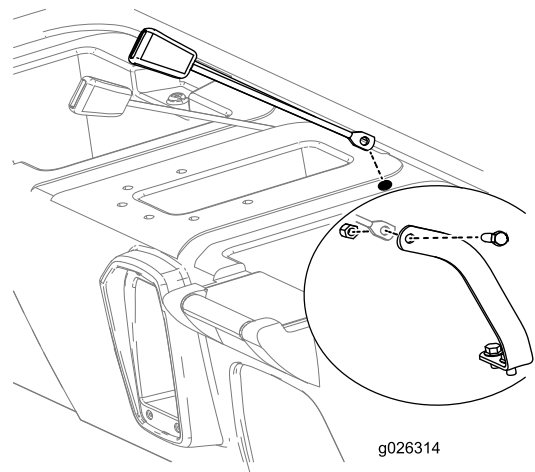

Figura 10
8. Introduzca el extremo de montaje del receptor de enganche de cada cinturón de seguridad por uno de los taladros que acaba de perforar en la base del asiento (Figura 10).
9. Monte el extremo del receptor de cada cinturón de seguridad en el anclaje correspondiente con un perno (7/16") y una tuerca (7/16"), según se muestra en Figura 10.